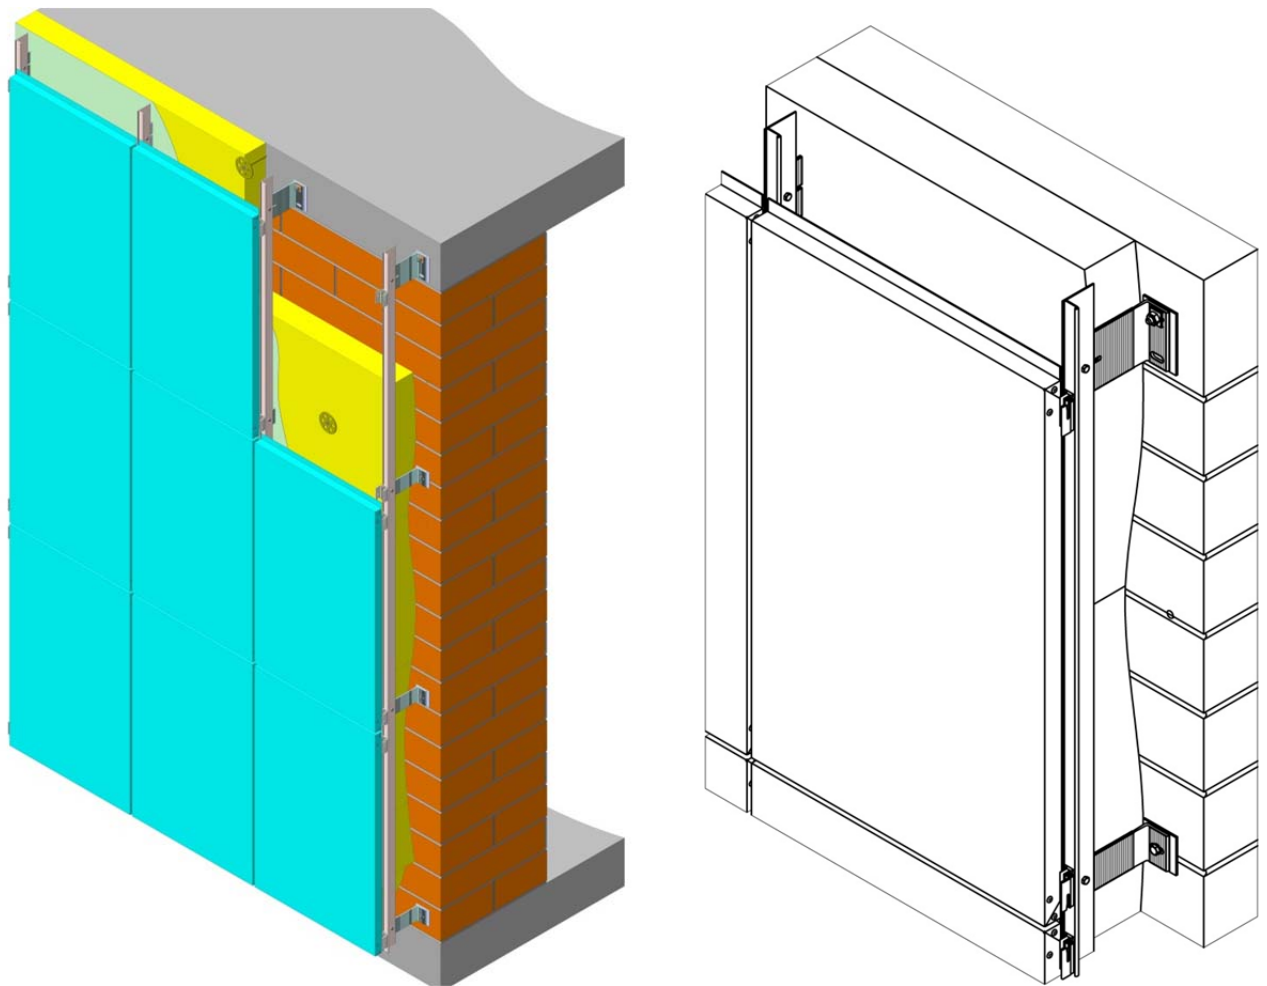

Рис.2 Система СФТО-Г2-31.11 – экономная.
1. **СФТО-Г2-31.11** - Система для закрепления навесных алюминиевых и композитных кассет через **кассетные салазки, экономные стойки, крепежный элемент М6 и Г-подобные кронштейны** на стенах и плитах перекрытия здания (см. рис.2).
Системы СФТО-Г2-31.11 (экономная) и СФТО-Г1-30.11(стандартная) применяются при наличии между плитами перекрытия основы или стены, которая обеспечивает достаточное закрепление как несущих так и опорных кронштейнов металлоконструкции фасада (см. рис.2 и 4).
Система СФТО-Г2-31.11 (экономная, см. рис.2)